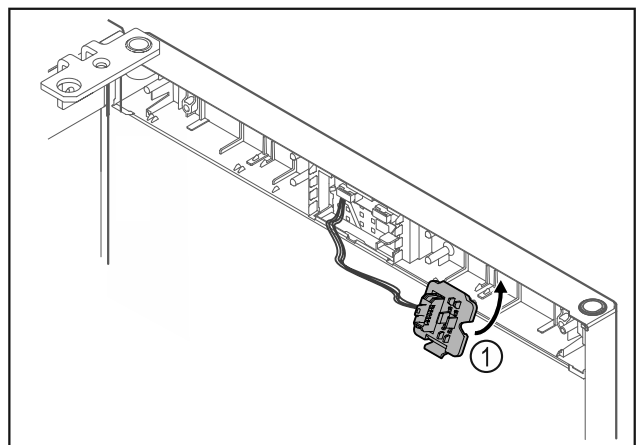

Fig. 15
- Innestare il porta-connettore Fig. 15 (1) sul lato opposto.